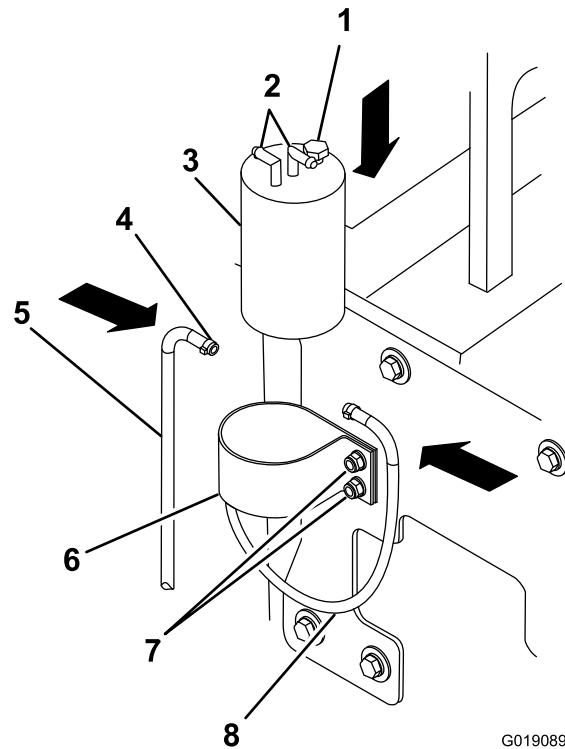

Figura 66
5. Instale el nuevo cartucho en la abrazadera con el tapón de cabeza hexagonal hacia el protector térmico (Figura 66).
6. Apriete las tuercas que sujetan el cartucho del filtro/separador y la abrazadera al protector térmico (Figura 66).
7. Transfiera las mangueras y las abrazaderas, de una en una, desde el filtro/separador usado al cartucho de recambio. Coloque las mangueras sobre los acoplamientos de un cartucho de filtro/separador nuevo (Figura 66).